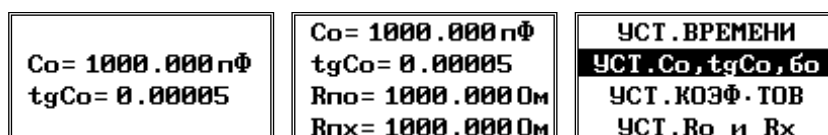

Рисунок 61
7.1.15 В данном случае это емкость  $C_0$  и тангенс угла диэлектрических потерь  $\text{tg}(\delta_0)$  образцового конденсатора, а также сопротивления защитных резисторов  $R_{п0}$  и  $R_{пX}$  при выборе подрежима измерения с компенсацией помех общего вида (рисунок 61).